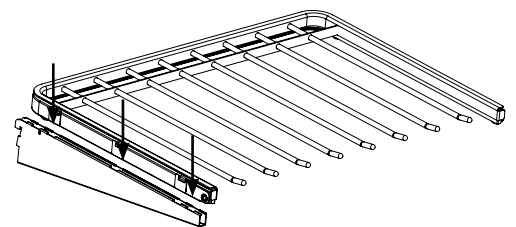

Figure 2
ÉTAPE 3: Installez le cadre en introduisant les six taquets de la tablette dans les insertions sur les supports à tablette (**Figure 2**).